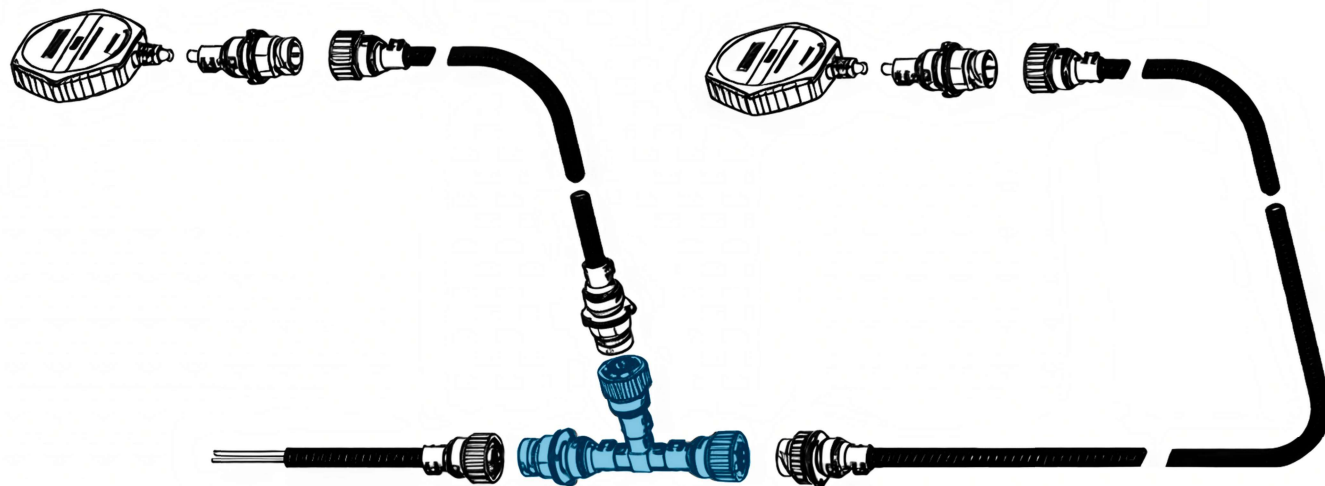

Рис. 24. Использование тройников T-Cable
- Для подключения eurosens MWS в сеть датчиков используйте специальные кабели и разветвители (**Рис. 24**).